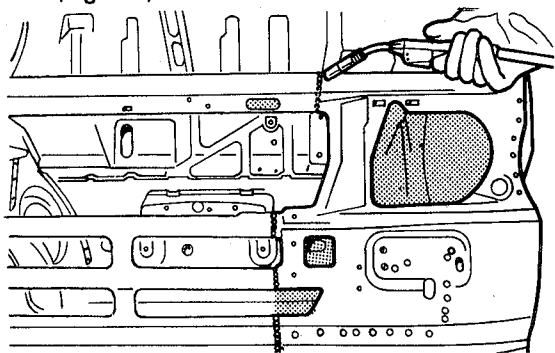

fig. 62
10. Soldar a junção dos painéis com solda MIG (fig. 62)